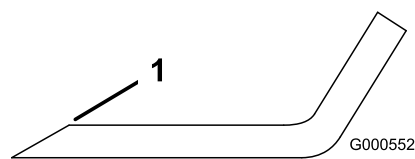
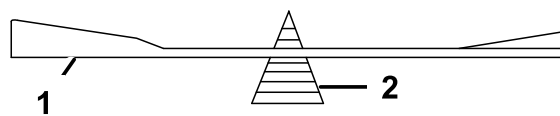

Figure 46
Figure 47
1. Au moyen d'une lime, aiguissez les tranchants aux deux extrémités de la lame (Figure 46). Veillez à conserver l'angle de coupe d'origine. Limez la même quantité de métal sur chacun des deux tranchants pour ne pas déséquilibrer la lame.
2. Vérifiez l'équilibre de la lame en la plaçant sur un équilibreur (Figure 47). Si la lame reste horizontale, elle est équilibrée et peut être utilisée. Si la lame est déséquilibrée, limez un peu l'extrémité de la partie relevée seulement (Figure 46). Répétez cette procédure jusqu'à ce que la lame soit équilibrée.